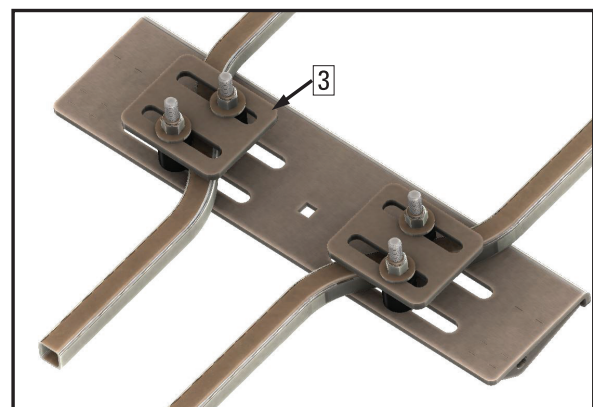

Figure 9: Installation with Spacer Plates
Remarque: Si l'installation de la plaque de montage supérieure (2) est obstruée, remplacer les plaques d'écartement (3) pour la plaque supérieure de montage comme le montre la figure 9.